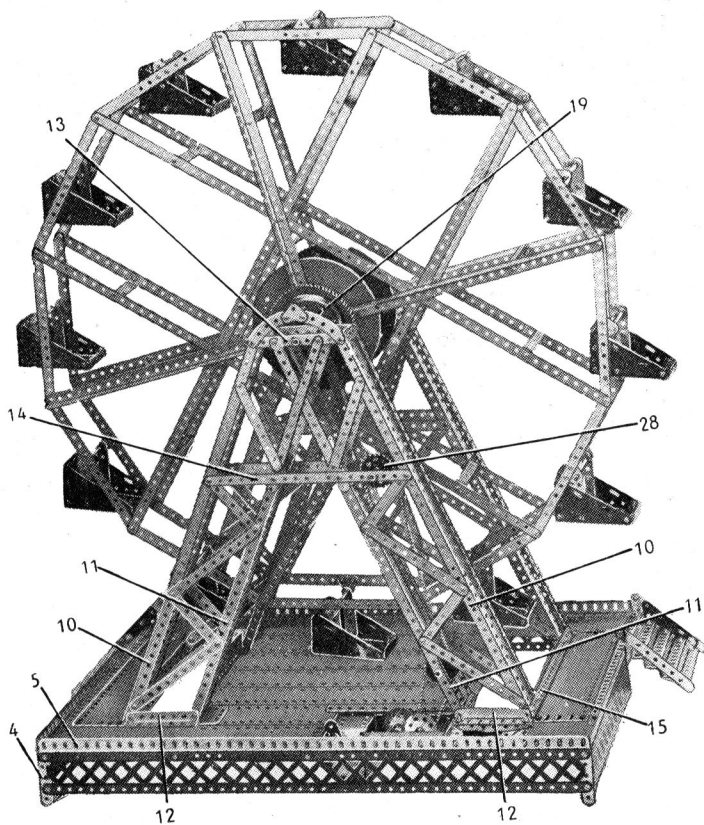

Fig. 1.
LES PYLONES (fig. 1).
Un plateau central est fixé au centre de chaque plaque circulaire de 15 cm. En outre, sur un des côtés de la roue, un plateau à denture de roulement à billes (19) est tenu au centre de la grande roue par 4 boulons de 28 mm. (fig. 1).